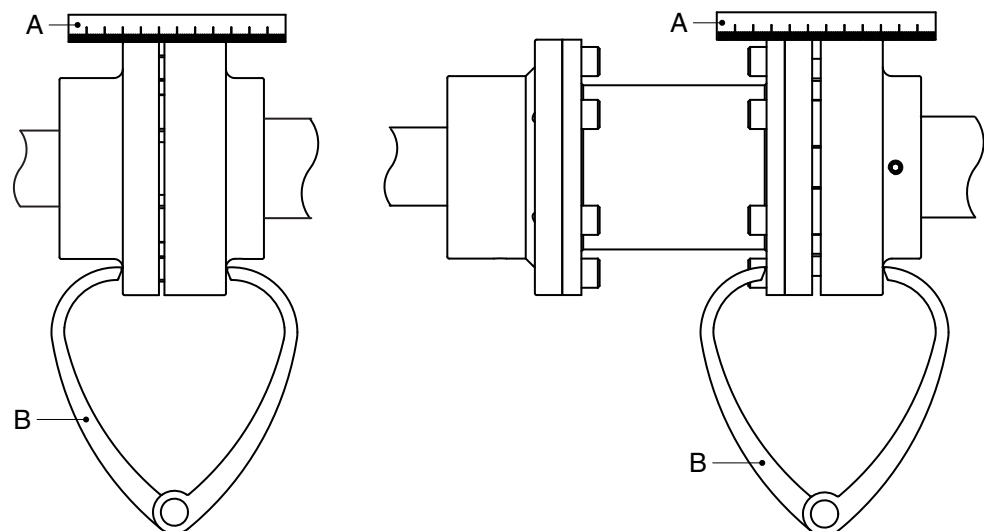

Bild 8: Rikta kopplingen efter en linjal och en krumcirkel.
- 1 Lägg en linjal (A) på kopplingen. Placera eller ta bort så många kopparmellanlägg som behövs för att få elmotorn i rätt höjd, så att den raka kanten nuddar vid båda kopplingshalvornas hela längd, se bild 8.
- 3 Kontrollera inriktningen igen med hjälp av en krumcirkel (B) placerad i två diametriskt motsatta punkter på kopplinghalvornas sidor, se bild 8.